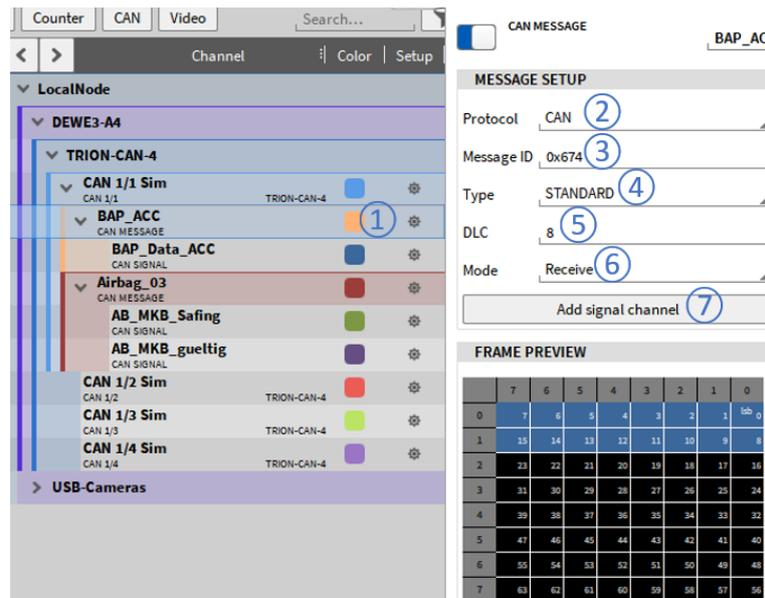

Abb. 7.207: CAN-Nachrichtenkanals
Das CAN-Nachrichten-Setup kann durch Drücken der Zahnrad-Taste der jeweiligen CAN-Nachricht in der Kanalliste aufgerufen werden (siehe ① in Abb. 7.207).
- Protokolltyp (siehe ② in Abb. 7.207): CAN oder J1939 oder CAN-FD (falls verfügbar)
- Nachrichten ID (siehe ③ in Abb. 7.207): Die ID der Nachricht kann innerhalb 0x00 ... 0x7ff
- Nachrichtentyp (siehe ④ in Abb. 7.207): Standard oder Erweitert
- DLC (siehe ⑤ in Abb. 7.207): Der DLC kann zwischen 0 ... 8 (...64 für CAN-FD) liegen
- Modus (siehe ⑥ in Abb. 7.207): Der Modus kann von Empfangen (Empfangen von CAN-Daten) auf Senden (Ausgabe von OXYGEN-Daten über CAN) eingestellt werden.
- Signalkanal hinzufügen (siehe ⑦ in Abb. 7.207):